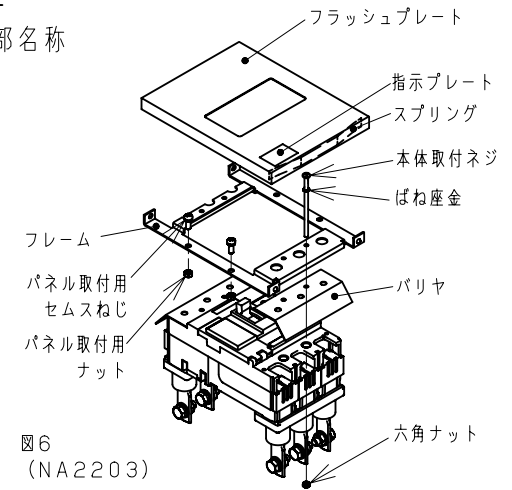

図6 (NA2203)
(1) フレームを本体に取付ける際は、図6の様にファイバ製のバリヤを必ずご使用ください。